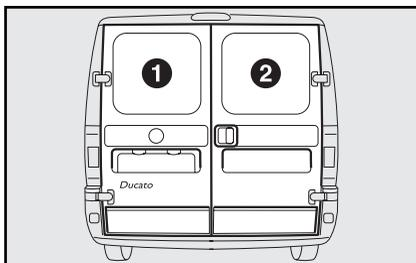

Abb. 125
### Manuelles Öffnen des ersten Flügels von aussen (2, Abb. 125)
### Manuelles Schliessen des ersten Flügels (2, Abb. 125) von aussen
### Manuelles Öffnen des ersten Flügels von innen (2, Abb. 125)
### Manuelles Öffnen des zweiten Flügels (1, Abb. 125)
### Manuelles Schliessen des ersten Flügels von innen (2, Abb. 125)
### Manuelles Schliessen des zweiten Flügels (1, Abb. 125)
**ZUR BEACHTUNG** Für eine korrekte Verwendung der 2 Hecktürlügel stellen Sie immer sicher, dass der Türflügel Nr. 1 (Abb. 125) eingerastet ist, bevor Sie den Türflügel Nr. 2 schließen.